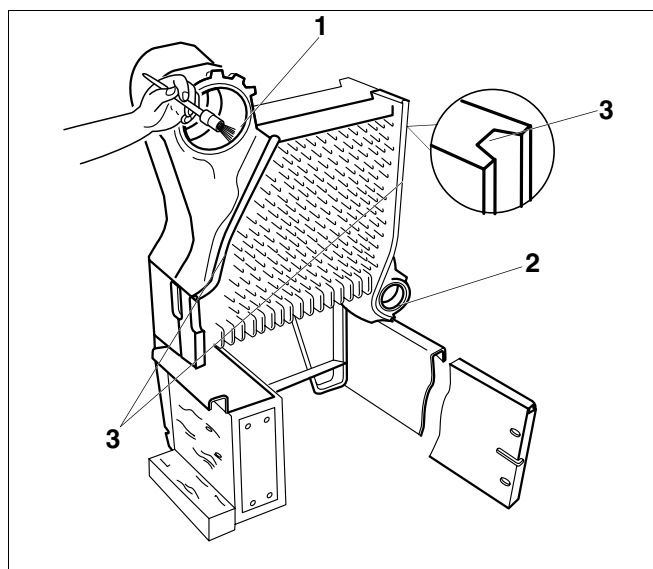

Fig. 8 Nettoyage des rainures d'étanchéité et surfaces d'étanchéité des moyeux
- Nettoyer les rainures d'étanchéité (fig. 8, **pos. 3**), si nécessaire avec une brosse métallique et un chiffon.
- Répartir uniformément du minium sur les surfaces d'étanchéité des moyeux (fig. 8, **pos. 1 et 2**).
Légende fig. 8